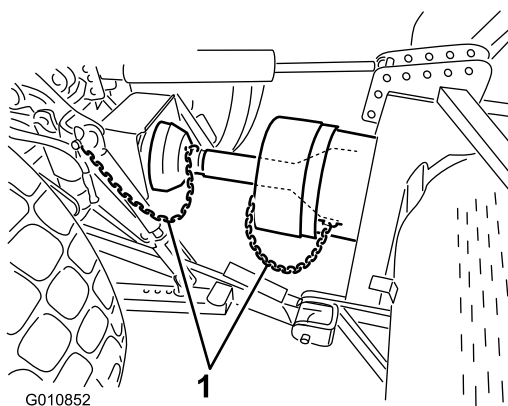

图25
6. 将护罩安全链连接到 PTO 护罩和牵引车支架图25。确保打孔机在升起或降下时安全链保持松弛状态。